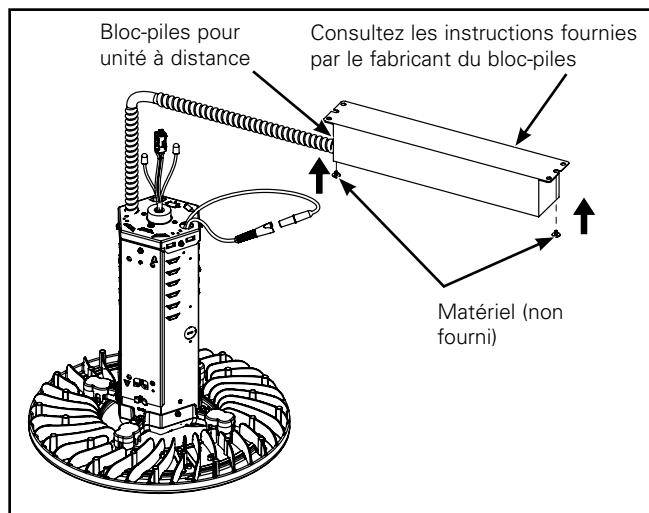

Figure 1.
1. Montez le luminaire et le bloc-piles pour unité à distance (utilisez du matériel approprié à la structure dans laquelle le bloc-piles est installé, n'est pas fourni avec le luminaire) (Figure 1).